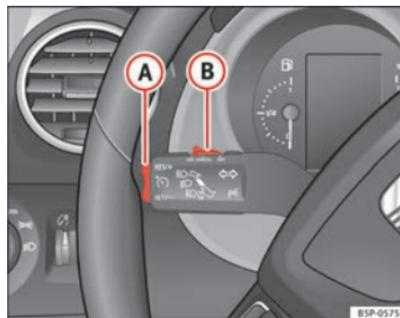

Fig. 151 Levier des clignotants et de l'inverseur-codes : commande et touche basculante pour régulateur de vitesse
- Lorsque la vitesse à mémoriser est atteinte, appuyez une fois brièvement sur la partie inférieure **SET/-** de la commande à bascule ⇒ fig. 151 (A).